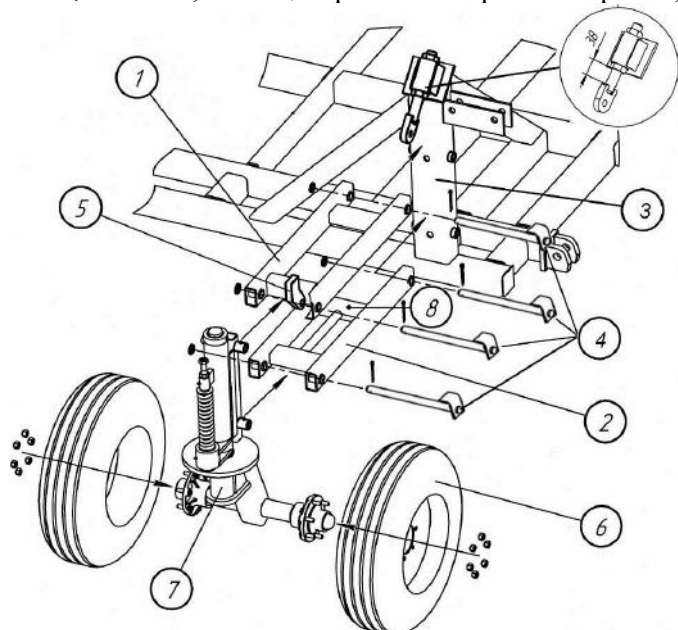

Рис. 4.4.1. Сборка передней подвески
4.4.1. Закрепите верхнюю 1 и нижнюю 2 перекладины на стойке главной рамы 3, установив пальцы 4 ($\varnothing 25,4 \times 356$), шайбы и шплинты $\varnothing 5 \times 63$, как показано на рис. 4.4.1.